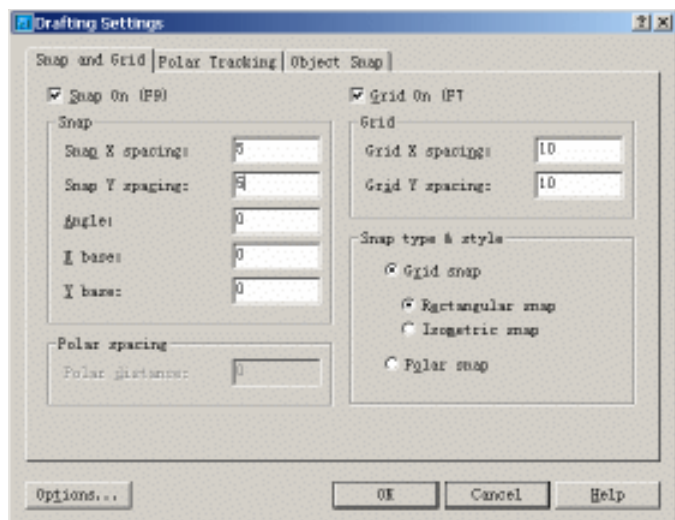

图 8.2 Drafting Settings（草图设置）对话框
(1) 选择【Tools】|【Drafting Settings】命令，打开 Drafting Settings（草图设置）对话框，按如图 8.2 所示的进行参数设置。